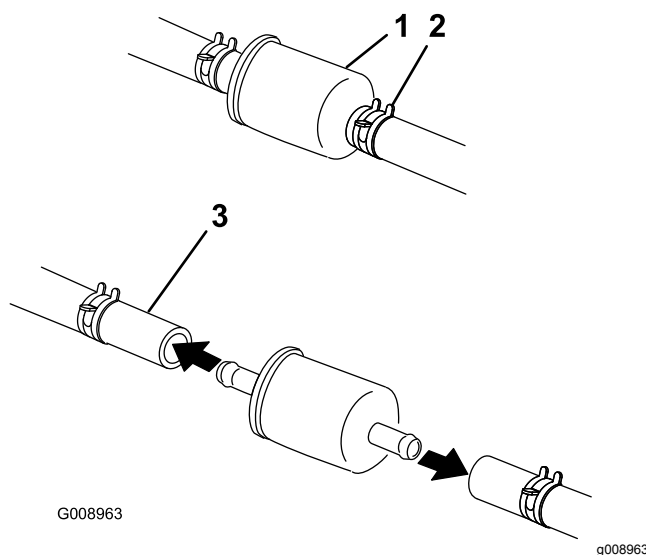

Figure 55
5. Pincez les extrémités des colliers et éloignez les colliers du filtre (Figure 55).
7. Posez un filtre neuf et rapprochez les colliers de fixation du filtre (Figure 55).